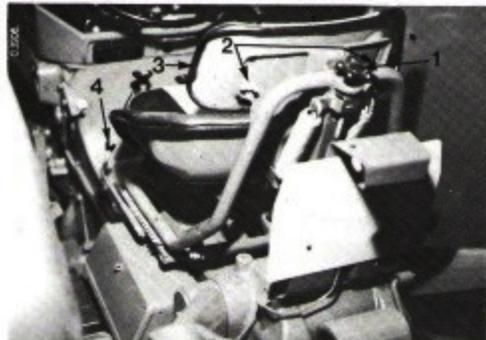

Fig. 18
Le siège du conducteur est réglable d'avant en arrière, au moyen de glissières, afin de procurer au conducteur le meilleur confort. Levez le levier situé à la gauche du siège (4) Fig. 18 et déplacez le siège vers l'avant ou vers l'arrière jusqu'à la position désirée, puis relâchez le levier pour bloquer le réglage.